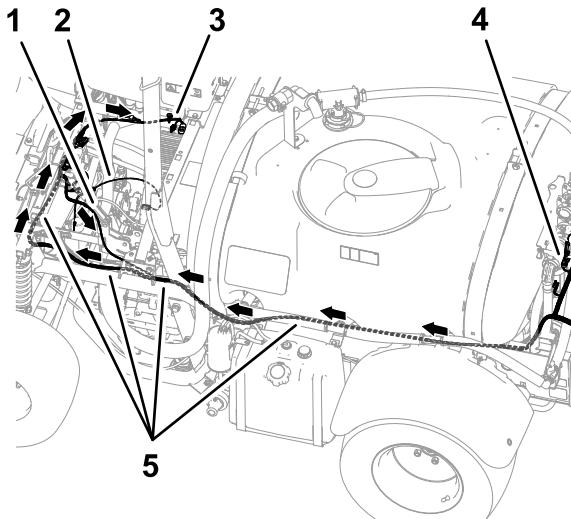
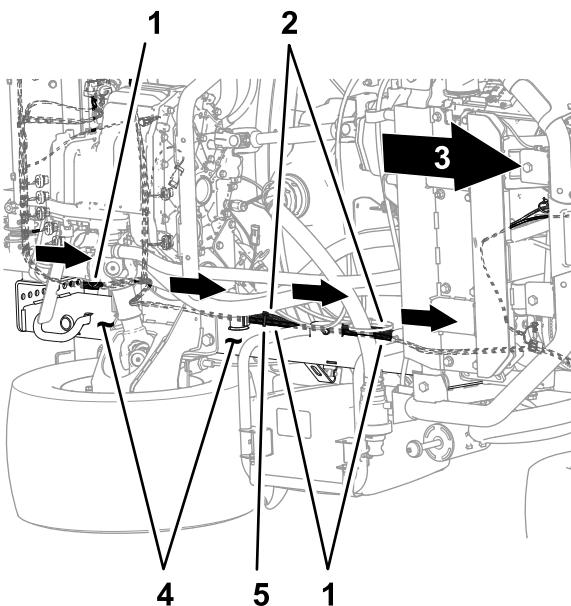
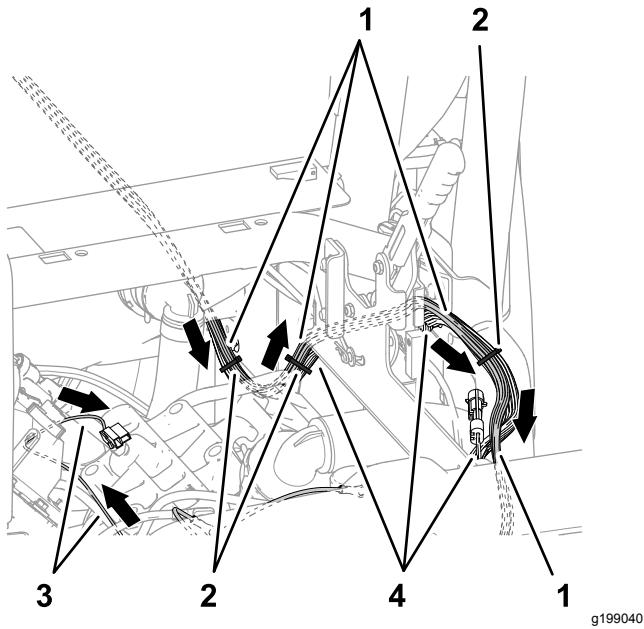
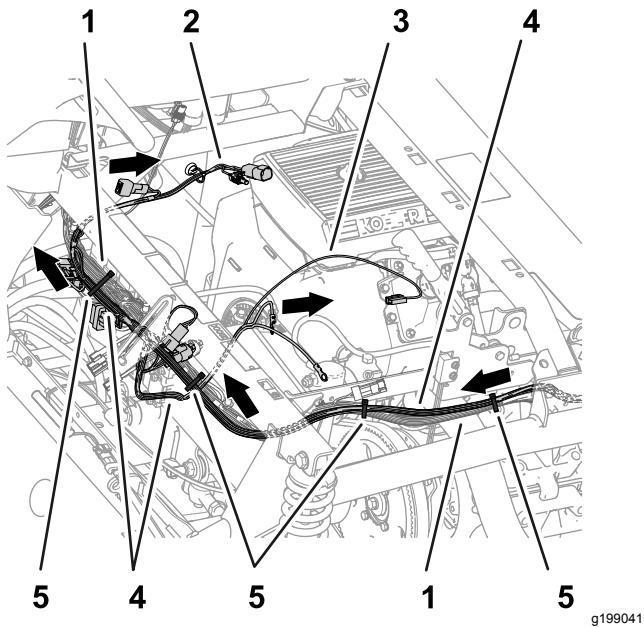

图81
图82
图83
图84
- 3. 将套件线束的 84cm、60cm 及 66 cm 线束支管向前沿左机架槽布置图81 和图82。
4. 将套件线束的 84cm 、60cm 及 66cm 线束支管沿机器线束、刹车组件的外侧布置图83。
5. 如图84 所示让套件线束的 84cm、60cm 及 66 cm 线束支管跨过减震支撑管。
6. 如图82、图83 及图84 所示将套件线束固定到机器线束。